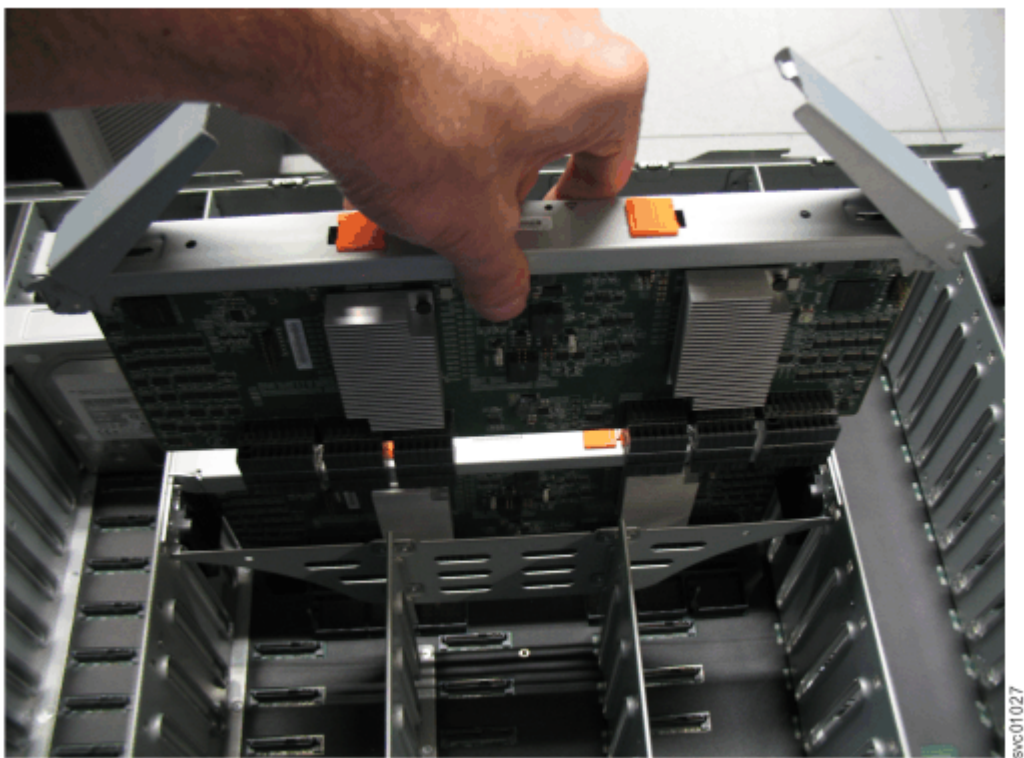

图 115. 卸下辅助扩展模块
4. 从机柜中小心地抬起辅助扩展模块，如第 93 页的图 115 中所示。